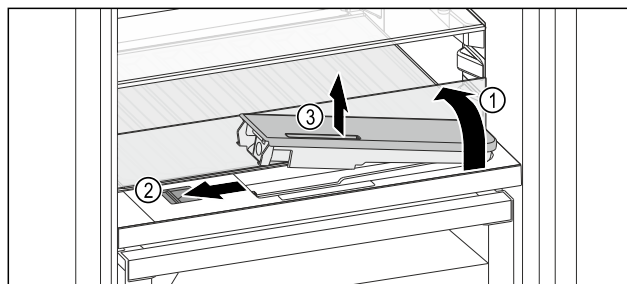

Fig. 232
- ▶ Podignite staklenu ploču i otklopite je do graničnika prema natrag Fig. 232 (1).
- ▶ Pomaknite Fig. 232 (2) klizač ulijevo.
- ▶ Izvadite spremnik za vodu Fig. 232 (3).